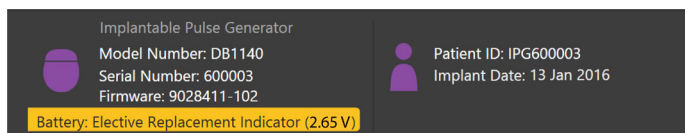

Рис. 15. Сообщение ДСИ на вкладке подключения
Подключение к неперезаряжаемому стимулятору (PC) невозможно, если ресурс его батареи подходит к концу. На КПУ отобразится стимулятор с сообщением дополнительного сменного индикатора и напряжение батареи стимулятора, как показывает Рис. 15 на вкладке **Connect** (Подключение). После перехода в режим ДСИ изменение настроек стимулятора невозможно.